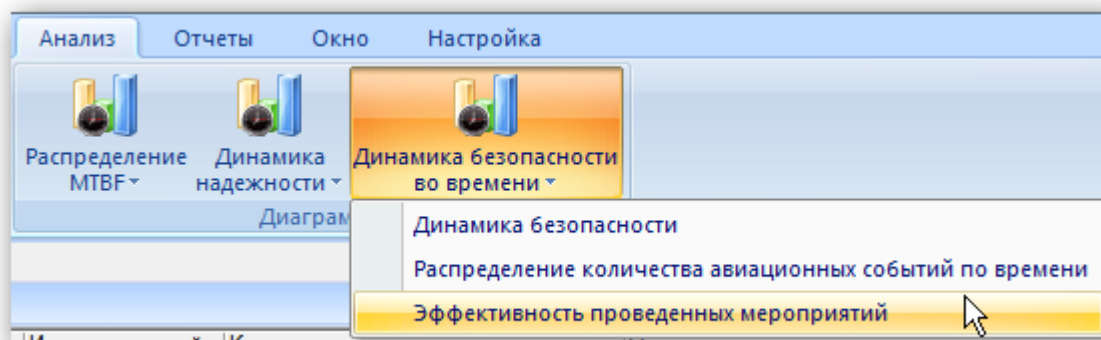

Рис. 13-445 – Выбор диаграммы по безопасности
- 3) Нажать кнопку «Динамика безопасности во времени» панели «Диаграммы» на вкладке «Анализ» и выбрать пункт «Эффективность проведенных мероприятий» (рис. 13-445).